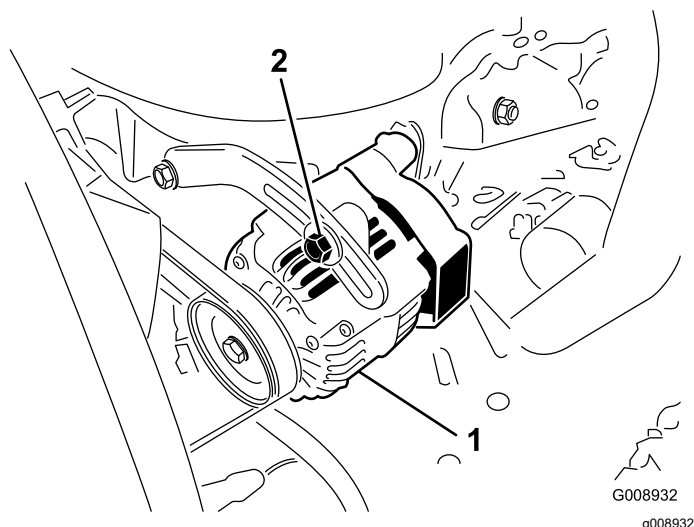

Figure 65
2. Si vous n'obtenez pas une flèche de 10 mm ($\frac{3}{8}$ po), desserrez les boulons de fixation de l'alternateur (Figure 65).